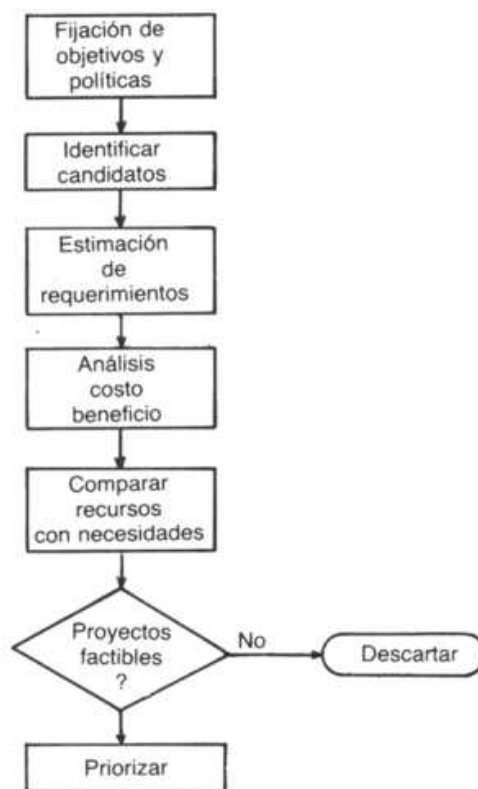

Figura 1
La figura 1 muestra la metodología de selección de sistemas de información que se propone para contribuir a la solución del problema planteado, basada en un trabajo similar realizado por BROOKS (2). Las diferentes etapas de la metodología se analizan separadamente a continuación, en una forma que permite su implementación directa por los ejecutivos del área.